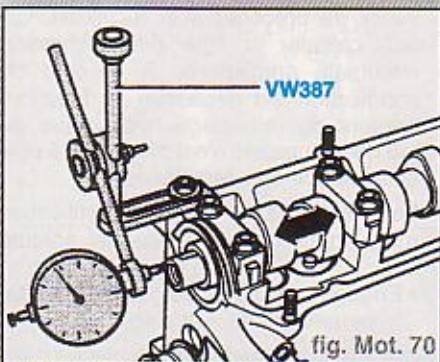

fig. Mot. 70
- Fixer en bout d'arbre à cames sur la culasse le support **VW387** muni d'un comparateur (fig. Mot. 70).